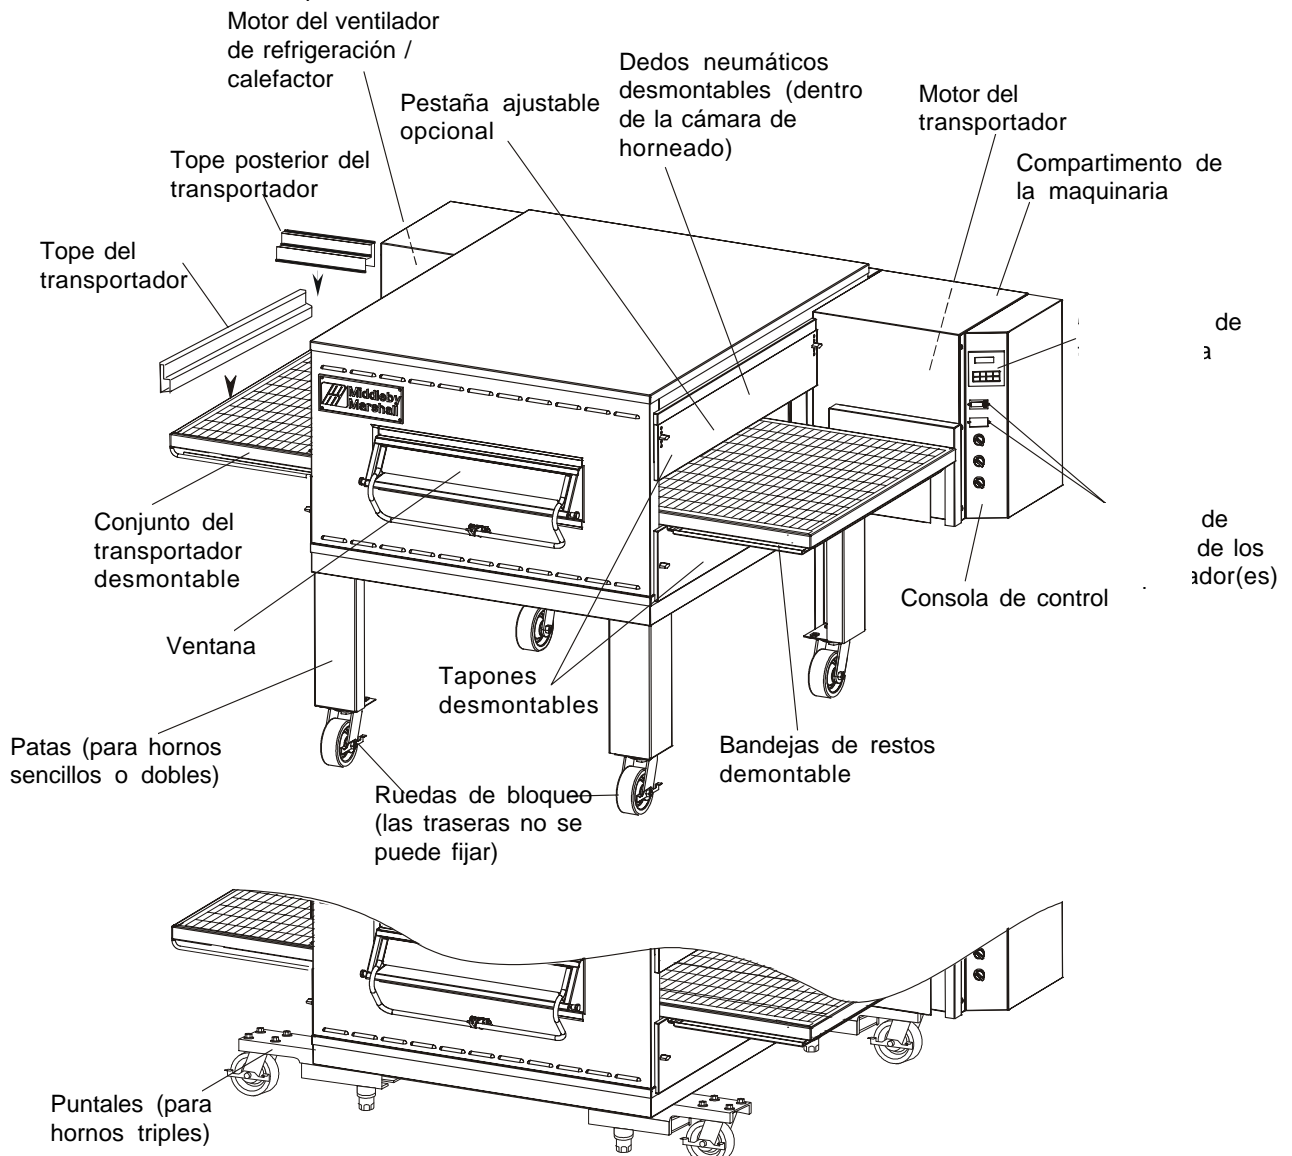

Figura 4-3.
3. Retire el tope y el tope posterior del transportador (Figura 4-3).